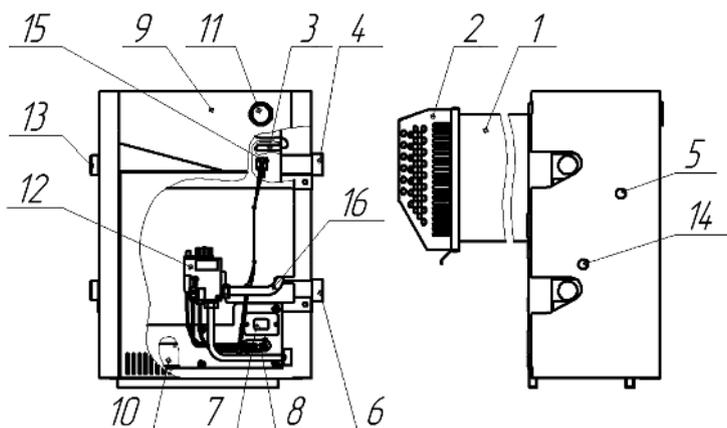

Рис. 1. Устройство изделия
- 5.1. Котёл представляет собой сварную конструкцию, образующую по всему периметру водяную рубашку, окаймляющую топочную камеру. В нижней части котла, в проеме топочной камеры, установлено газогорелочное устройство с органами управления. В задней части котла находится газоотводящий патрубок для удаления продуктов сгорания из топки. На задней поверхности котла расположены проушины для крепления котла к стене. На боковых стенках котла расположены патрубки для подключения отопления (см. рис. 1).